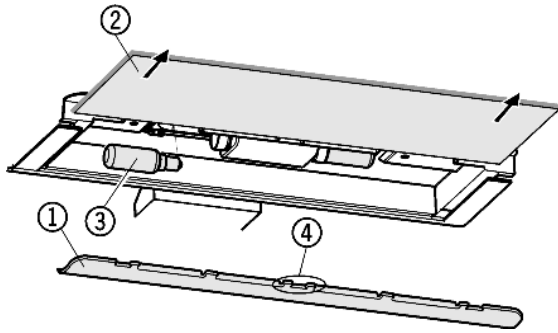

Fig. 16
- ▶ Enlever l'écran protecteur Fig. 16 (1) : saisir avec les doigts derrière l'écran protecteur et le faire déclipper.
- ▶ Ôter la plaque de verre Fig. 16 (2).
- ▶ Remplacer l'ampoule Fig. 16 (3).
- ▶ Remettre en place l'écran protecteur : le faire encliquer à droite et à gauche et veiller à ce que le crochet Fig. 16 (4) du milieu saisisse au-dessus de la plaque de verre.